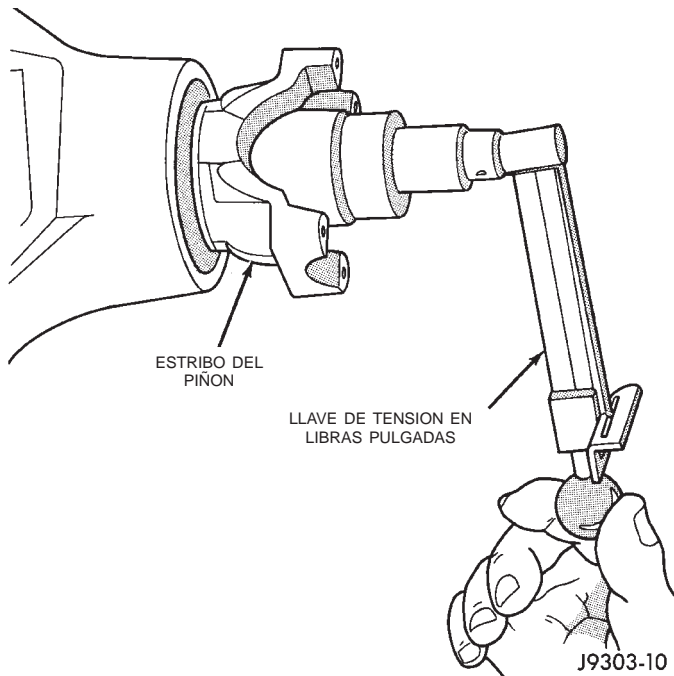

Fig. 12 Verificación del esfuerzo de rotación del piñón
(3) Instale la arandela del piñón y una tuerca nueva en el piñón satélite. **Apriete la tuerca sólo lo suficiente como para eliminar el juego longitudinal del eje.**
(4) Gire el piñón un mínimo de diez veces. Verifique que gira suavemente. Gire el eje del piñón con una llave de tensión (lbs. pulg.). La torsión debería ser igual a la lectura registrada durante el desmontaje más 0,56 N·m (5 lbs. pie) (Fig. 12).